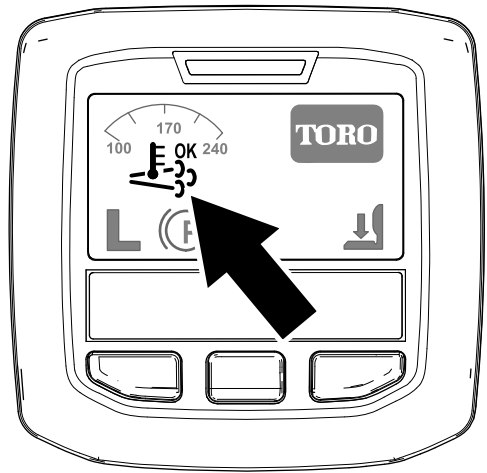

Figura 41
- Aparece el icono de regeneración de asistencia/restablecimiento en el InfoCenter (Figura 41).